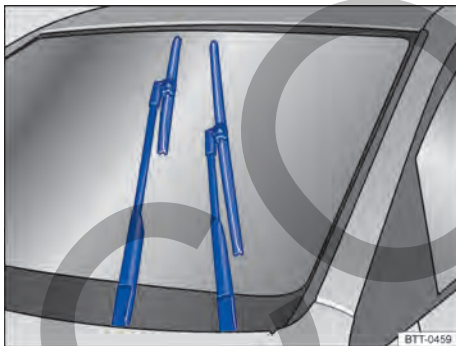

Fig. 100 Limpiavidrios en posición de servicio.
En la posición de servicio se pueden levantar los brazos portaescobillas del parabrisas → fig. 100. Para poner el limpiavidrios en posición de servicio, proceda de la siguiente manera:
- Presione la palanca del limpiavidrios brevemente hacia abajo → fig. 100 .